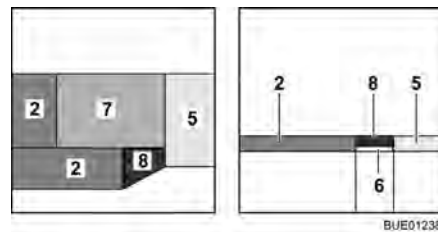

Fig. 93 Après la transformation
- Placer le coussin supplémentaire (Fig. 93,7) sur la table.
- Placer le coussin supplémentaire (Fig. 93,8) sur la rallonge latérale de lit.